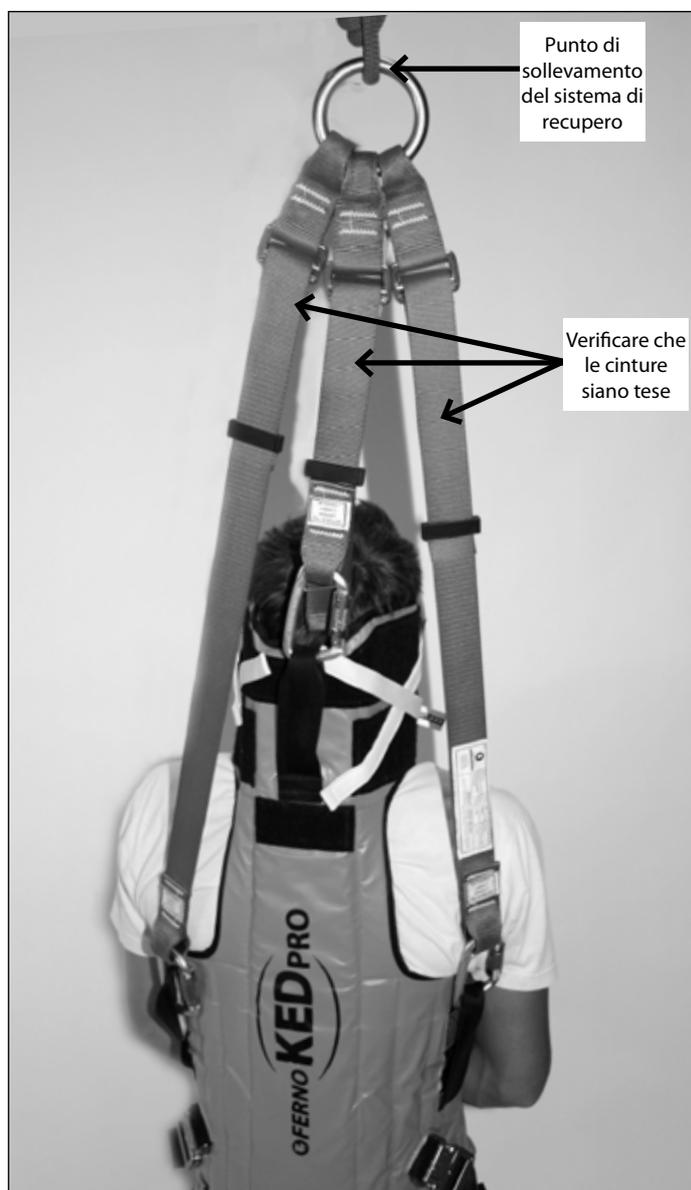

Figura 12
3. Verificare che tutte le cinture di sollevamento siano correttamente allacciate e che il carico sia equamente ripartito sulle tre cinture. Le cinture di sollevamento devono sempre essere tese. È molto importante che non vi siano cinture allentate (Figura 12). Consultare il paragrafo 4.2 Accorciare la cintura.